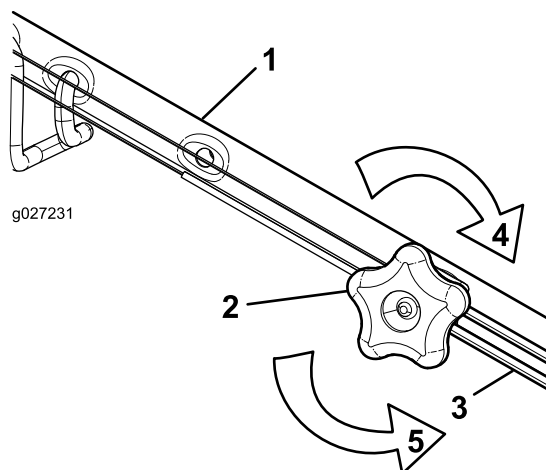

Figura 31
1. Girate la manopola di regolazione in senso antiorario per allentare la regolazione del cavo (Figura 31).
2. Regolate la tensione del cavo (Figura 31) tirandolo indietro o spingendolo in avanti e mantenendo quella posizione.